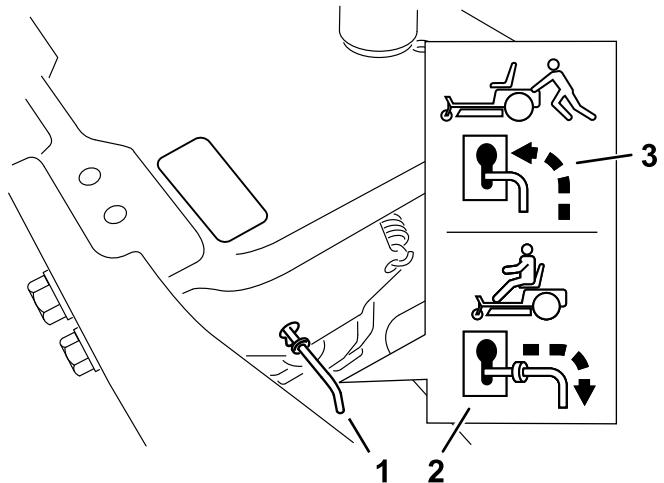

Figure 32
4. Déplacez les leviers de dérivation en avant à travers le trou de clavette et vers le bas pour les verrouiller en position (Figure 32).
Déplacez les leviers de dérivation en arrière à travers le trou de clavette et vers le bas pour les verrouiller en position, comme montré à la Figure 32.